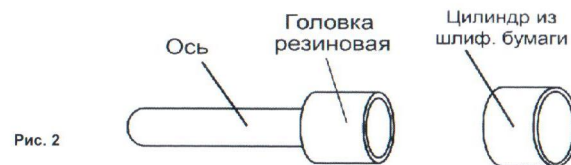

Рис. 2
- Наденьте цилиндр из шлифовальной бумаги на резиновую головку насадки (См. Рис.2).